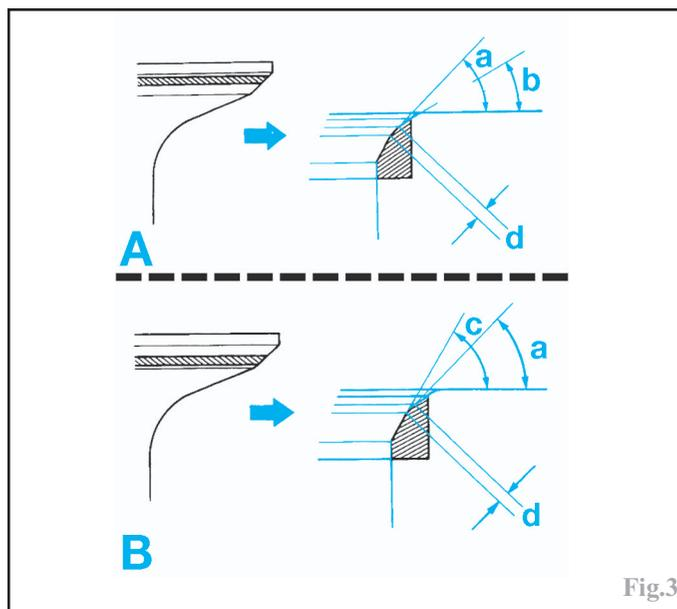

Fig.3
-Si la portée du siège est trop haute (cas A) par rapport à celle de la soupape, rectifier l'angle (b) et (a) aux valeurs correspondantes du tableau (Fig.3).
-Si la portée du siège est trop basse (cas B) par rapport à celle de la soupape, rectifier l'angle (a) et (c) (Fig.3).